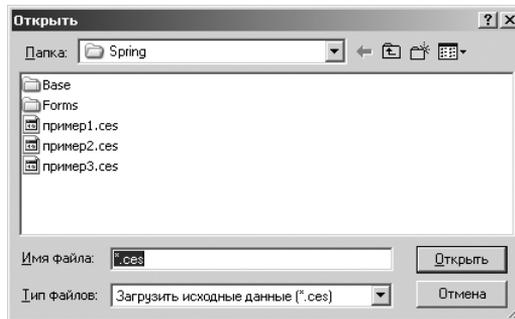

Рис. 4.31. Диалоговое окно **Открыть**
- щелкните в главном окне системы **КОМПАС-SPRING. Проверочный расчет пружины растяжения** в главном меню по пункту **Загрузить данные** – первому пункту на второй строке системы. Появится диалоговое окно **Открыть**. Пример такого окна показан на рис. 4.31;